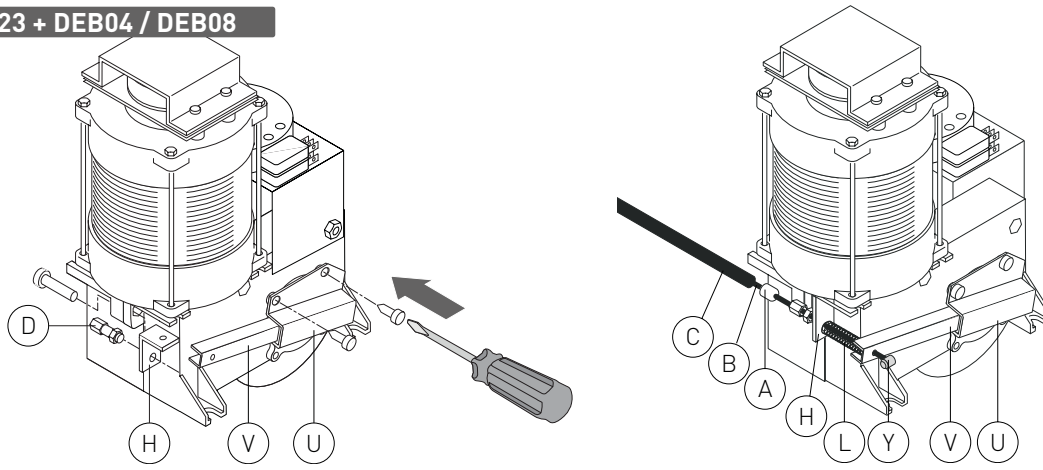

Fig. 6
5. Installazione DEB04-08 con DOD123 (fig. 6)
5. Install DEB04-08 with DOD (fig.6)
5. Installation DEB04-08 avec DOD (fig. 6)